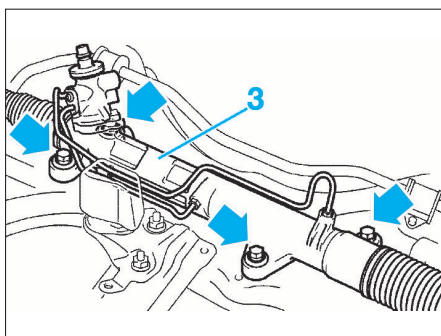

FIG. 6
- Déposer l'arbre intermédiaire inférieur (2) du boîtier de direction.
- Déposer le boîtier de direction (3) (fig. 6).